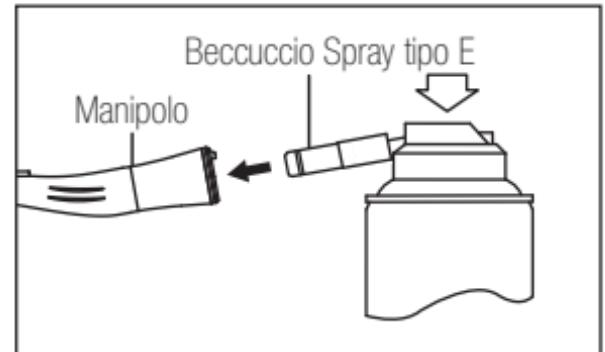

Fig. 10
3) Inserire il beccuccio spray nella parte posteriore del manipolo. Mantenere il manipolo e il beccuccio in tale posizione per circa 2-3 secondi. Erogare il lubrificante fino a quando non fuoriesce dalla testina del manipolo (per almeno 2 secondi). (Fig. 10)
- 3) Lubrificare il manipolo usando NSK PANA SPRAY Plus (Fig. 10) o Care3 Plus.